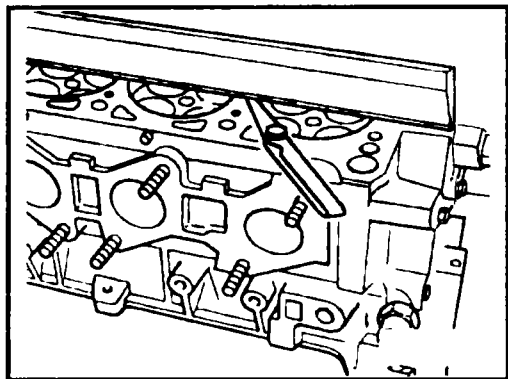

Рис. 2.20 Проверка посадочной поверхности головки блока
- ◆ Проверьте состояние и кривизну посадочной поверхности головки блока. Для этого измерьте щупом величину зазора между линейкой и поверхностью головки блока (см. рис. 2.20). Линейку располагайте вдоль, поперек и по диагонали. Если зазор менее 0,1 мм, головку блока можно использовать, а если зазор больше, то головку блока необходимо заменить.